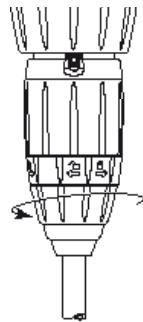

Fig. 15
- Svitare il dado e rimuovere il tubo di aspirazione (**Fig. 15**).